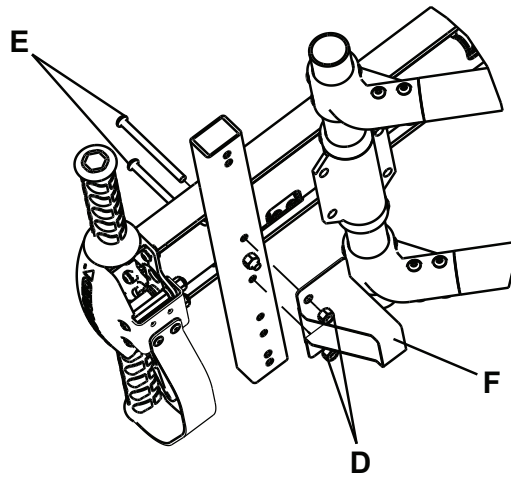

Abbildung 7 – Führungshalterung
- a. Mithilfe eines M4-Inbusschlüssels und eines M11-Schraubenschlüssels die beiden Fiberlock-Sechskantmutter (D) von den beiden Innensechskantschrauben (E) am Fußende der Trage entfernen (Abbildung 7). Mutter und Schrauben aufbewahren.
- b. Die mitgelieferte Führungshalterung (F) (610000010008) auf die beiden Innensechskantschrauben (in Schritt 3a aufbewahrt) setzen (Abbildung 7). Mit einem Drehmomentschlüssel mit den Fiberlock-Sechskantmutter (D) (in Schritt 5a entfernt) sichern.